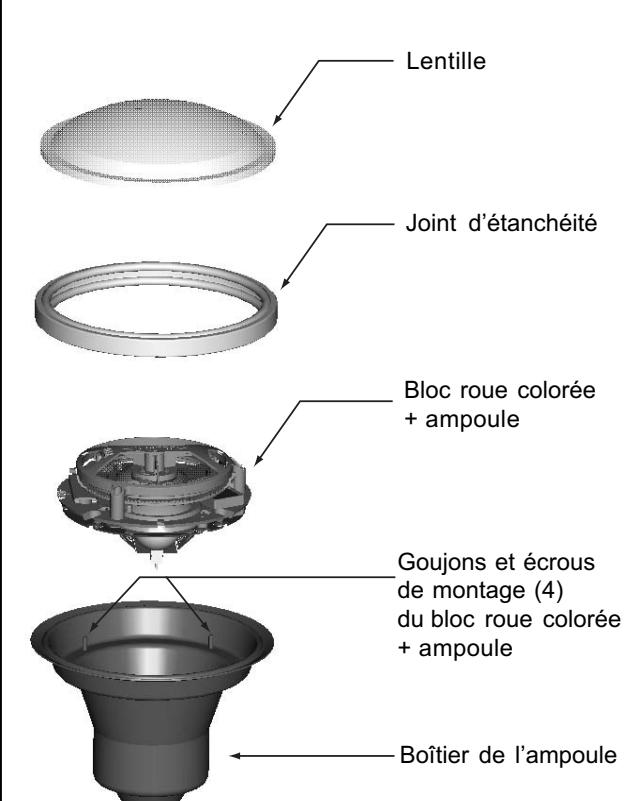

Figure 2.
## Section V. Remplacement des ampoules seulement (voir figure 2)
2. Le luminaire étant posé verticalement sur sa base, placez la lentille avec son joint d'étanchéité sur le luminaire et positionnez-la de telle manière que l'indicateur blanc sur le bloc roue colorée + ampoule soit dirigé vers la lettre "O" du mot "TOP" sur la surface de la lentille (voir figure 2).